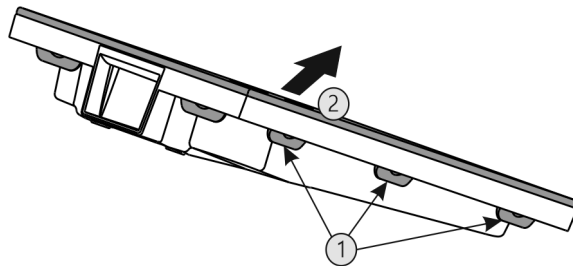

Fig. 50
- ▶ Stlačte za sebou všechny západky Fig. 50 (1) a sejměte kryt Fig. 50 (2).